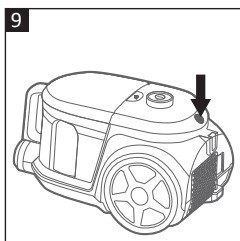

Fig. 9
3. Țineți ștecherul și apăsați butonul de înfășurare a cablului (14) ușor cu cealaltă mână pentru a înfășura automat cablul (Fig. 9). Ghidați cablul cu mâna pentru a preveni lovirea ștecherului și a cablului pe durata înfășurării.
4. Pentru a transporta aspiratorul, ridicați mânerul de transport (14).